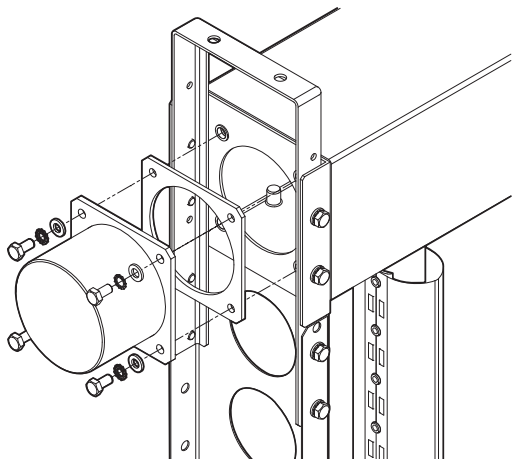

Fig. 2.b
- Fissare l'adattatore serrando le viti a 7-8 Nm (5-6 ft lb), utilizzando gli elementi di fissaggio forniti (Fig. 2.b) se si collega l'adattatore alla prolunga, usare gli elementi di fissaggio inclusi nel kit prolunga per collegare l'adattatore.